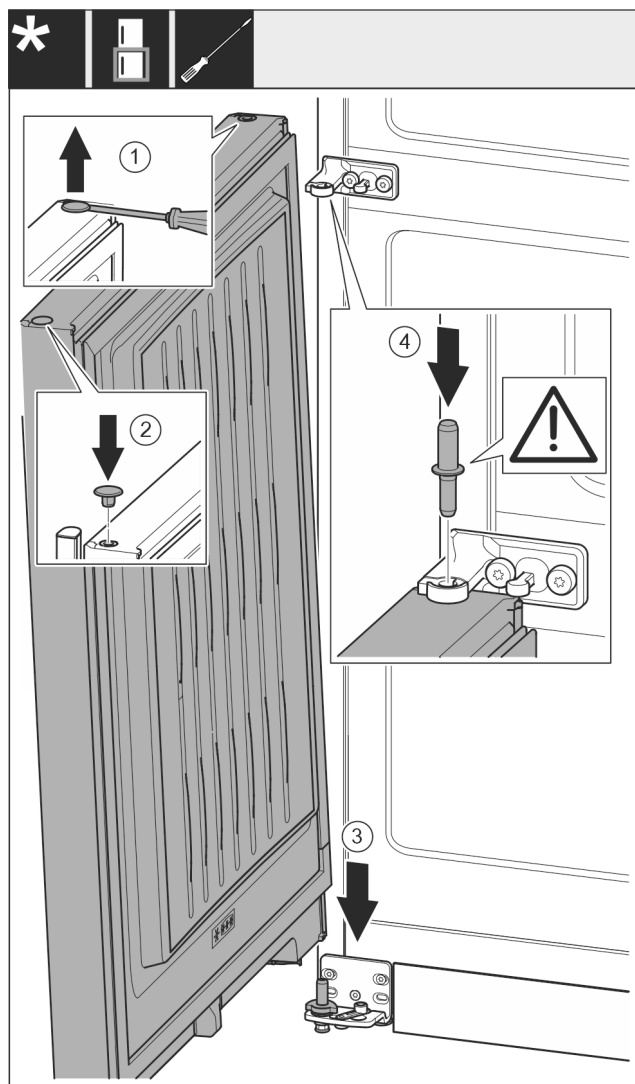

Fig. 21
- Podważyć ostrożnie zatyczkę Fig. 21 (1) przy pomocy śrubokręta i wyjąć.
- Założyć zatyczkę Fig. 21 (2) ponownie z drugiej strony drzwi.
- Założyć drzwi Fig. 21 (3) od góry na dolny trzpień zawiasu.
- Przełożyć środkowy trzpień zawiasu Fig. 21 (4) przez środkową płytkę zawiasu, wkładając go w dolne drzwi. Zwrócić przy tym uwagę, by krzywka zatrzaskowa wskazywała do tyłu.